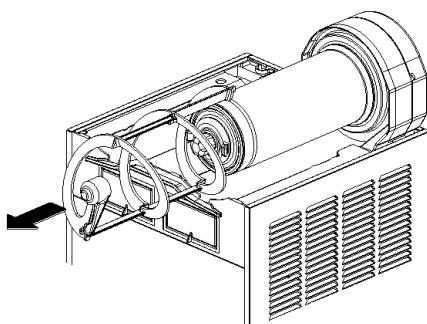

**figure 6**
**2** Démonter le réservoir en poussant légèrement sa partie inférieure (côté robinet) vers le haut pour en libérer les crochets inférieurs (voir figure 6) et en le faisant ensuite glisser par